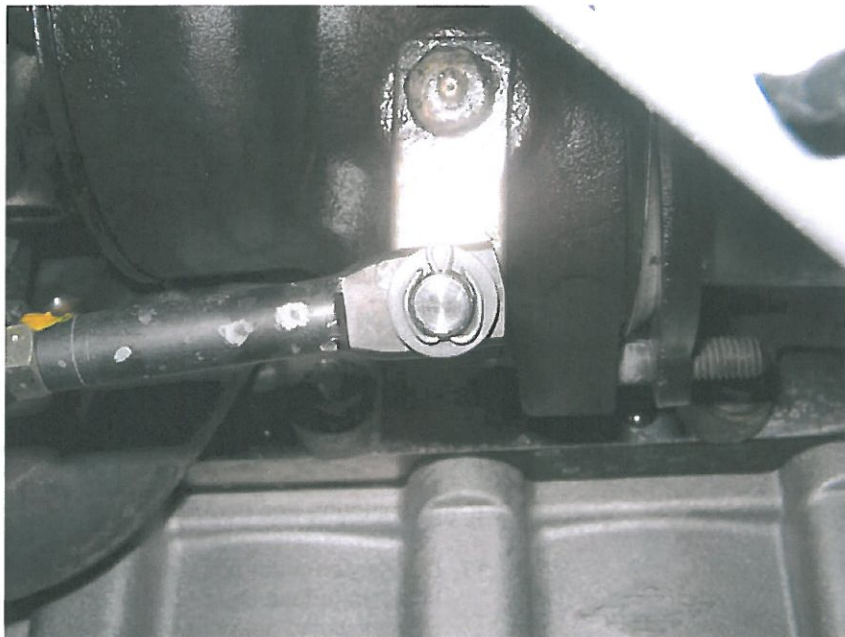

Bild 7 Befestigung des Einstellstücks am Waste-Gate-Hebel
21. Das Einstellstück auf dem Stift des Waste-Gate-Hebels sichern. Dazu den Wellensicherungsring in die Nut des Stiftes installieren. Die Unterlegscheibe aufsetzen und mit dem Splint sichern. Siehe Bild 7.